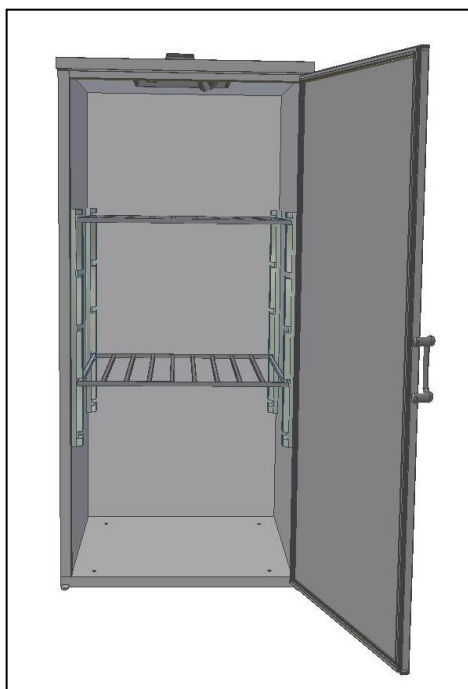
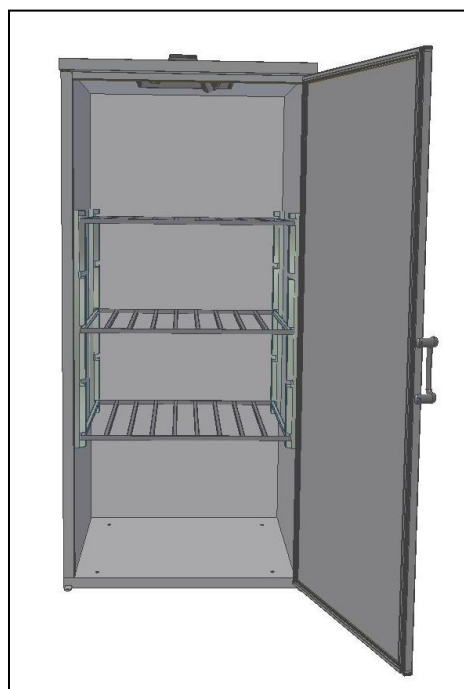

Fig. 14
Fig. 15
- Collocare le **griglie** all'interno dell'armadio. Armadio 1850 (Fig.14), Armadio 2000 (Fig. 15);